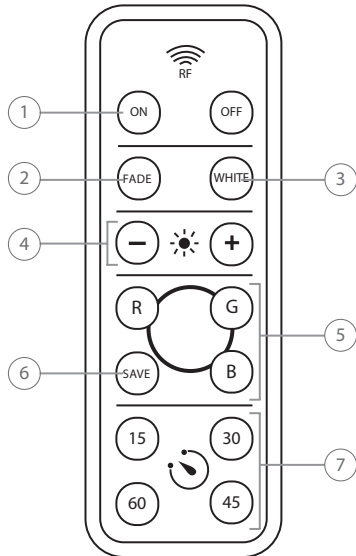

Fig. 1
**NOTA:** cambie a "RF" para las funciones de control remoto (Ver Fig. 1).
5. Los botones "R", "G" y "B" representan los colores rojo (R), verde (G) y azul (B). Estos botones le permiten seleccionar uno de los colores o combinarlos para elegir el color deseado.